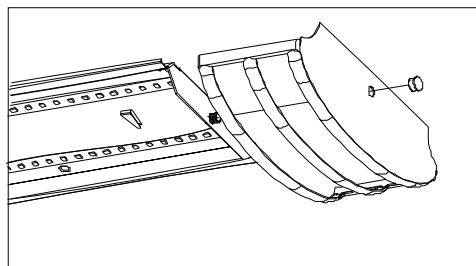
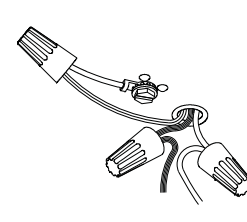

Figure 5
Figure 4
- Refermer le couvercle du chemin de câbles (5)** sous les languettes de la partie latérale du boîtier du luminaire (6) (s'assurer que les câbles ne soient pas coincés entre le boîtier et le couvercle du chemin de câbles), puis presser sur le couvercle pour que les languettes se fixent de l'autre côté. Relâcher et confirmer l'emplacement sécurisé.
- Installer l'embout décoratif (2)** sur une extrémité du luminaire en le mettant sur le manchon fileté dénudé, sécurisé par l'écrou de l'embout (1). **Voir la figure 5.**
5. **Using Wirenuts (4) provided**, connect supply (house) wires to fixture wires, white to white and black to black and green to green or bare copper ground wire. **See Fig. 4.**
6. **Replace Wireway Cover (5)** under tab(s) on one side of Fixture Housing (6) (*Make sure wires are not pinched between Housing and wireway cover*) then compress Cover to engage tab(s) on opposite side. Release and confirm secure placement.
7. **Install Decorative End Cap (2)** onto one end of the fixture by placing over exposed threaded nipple-secure with End Cap Nut (1). **See Fig. 5.**
5. **Con las tuercas para cables provistas (4)**, conecte los cables de suministro a los cables de montaje: de blanco a blanco, de negro a negro y de verde a verde o a cable conductor de tierra de cobre sin recubrimiento. **Consulte la Fig. 4.**
6. **Vuelva a colocar la cubierta del canal del cable (5)** bajo las lengüetas en un lateral de la carcasa de instalación (6) (asegúrese de que los cables no queden presionados entre la carcasa y la cubierta del canal del cable) y luego presione la cubierta para encajar las lengüetas en el lateral opuesto. Suelte y confirme que esté firmemente colocada.
7. **Instale el cabezal decorativo (2)** en un extremo del montaje mediante la colocación de boquillas roscadas expuestas y asegure la tuerca del cabezal decorativo (1). **Consulte la Fig. 5.**